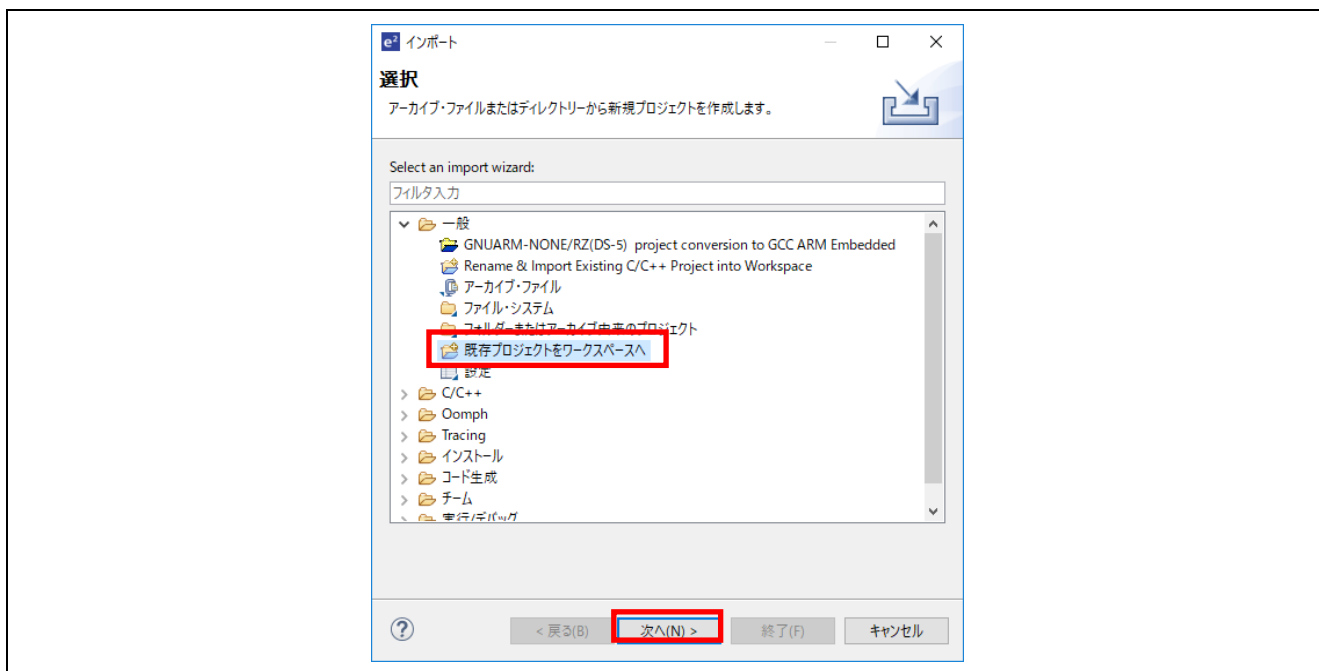

図 3-4 インポートダイアログ
- インポートダイアログで "一般" → "既存のプロジェクトワークスペースへ" を選択し、"次へ" のボタンをクリックします(図 3-4)。